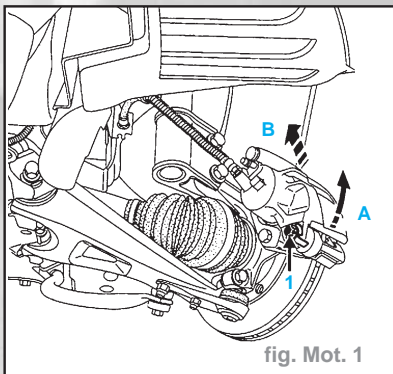

fig. Mot. 1
- les vis de fixation (1), écarter les étriers de frein suivant le schéma ci-dessous et les attacher aux ressorts de suspension (fig. Mot. 1).